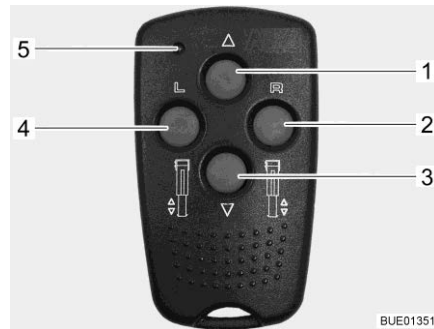

Fig. 50 Télécommande pour vérins stabilisateurs électriques
- Présélection : Vérin stabilisateur gauche (Fig. 50,4)
- Présélection : Vérin stabilisateur droite (Fig. 50,2)
- Rentrer le vérin stabilisateur (Fig. 50,1)
- Sortir le vérin stabilisateur (Fig. 50,3)
La DEL de contrôle (Fig. 50,5) clignote à chaque pression de touche.
- Appuyer sur la touche de présélection d'un vérin stabilisateur (Fig. 50,2 ou 4) pendant env. 1 seconde.
- Appuyer dans les 2 secondes sur la touche "Sortir le vérin stabilisateur" (Fig. 50,3) et la maintenir pressée jusqu'à ce que le pied d'appui (Fig. 52,4) repose sur le sol.
- Appuyer dans les 2 secondes sur la touche "Rentrer le vérin stabilisateur" (Fig. 50,1) et la maintenir pressée jusqu'à ce que le pied d'appui (Fig. 52,4) soit entièrement rentré. Un signal de contrôle retentit quand le vérin stabilisateur est entièrement rentré.